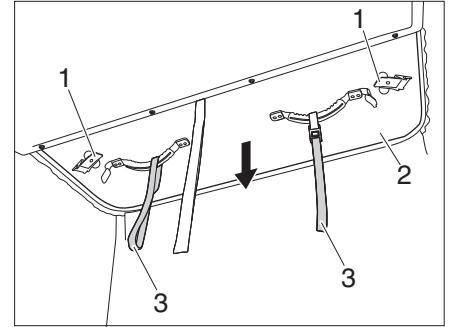
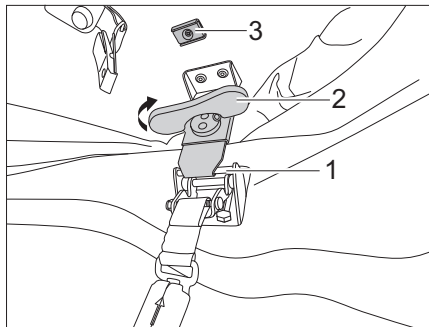

Figura 15 Tirar el techo elevable hacia abajo
Figura 16 Apretar el bloqueo
- ▷ Para evitar posibles daños a la tela de carpa, fijar las palancas de cierre (Figura 15,1) en la parte superior al imán (Figura 16,3).
- ▷ Antes de iniciar el viaje, verifique que las palancas de cierre de los dispositivos de bloqueo (Figura 16,1) a la izquierda y a la derecha están correctamente tensados. Si es necesario, ajuste el dispositivo de bloqueo de acuerdo con las instrucciones del fabricante.
- Comprobar si las cerraduras están fijadas por los imanes (Figura 16,3).
- Tire del techo elevable (Figura 15,2) con vista hacia la parte posterior de los tiradores (Figura 15,3) **lentamente** y observe si el fuelle de tela cae debidamente hacia dentro.
- Soltar las palancas de cierre (Figura 15,1) del imán (Figura 16,3) y engancharlas en el enclavamiento (Figura 16,1).
- Girar el tirador giratorio (Figura 16,2) del bloqueo en el sentido de las agujas del reloj, hasta que el bloqueo está fijado.
- Plegar el tirador giratorio (Figura 16,2) hacia arriba.
- ▷ En caso de que la palanca de cierre (Figura 15,1) tenga demasiado juego y el techo elevable no cierre correctamente, se deberá reajustar el bloqueo, véase el capítulo 12.3.2.